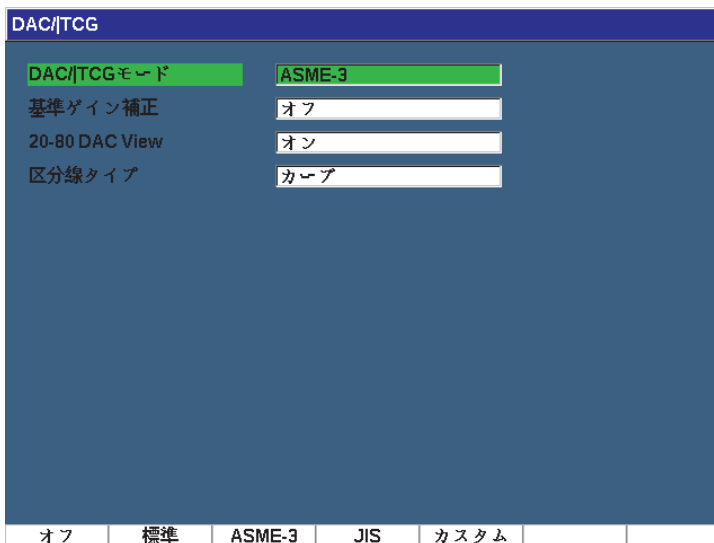

図 11-2 DAC/TVG 設定ページ
2. **設定** (P7 キー) を押し、DAC/TCG 設定ページを表示します (243 ページの図 11-2 参照)。